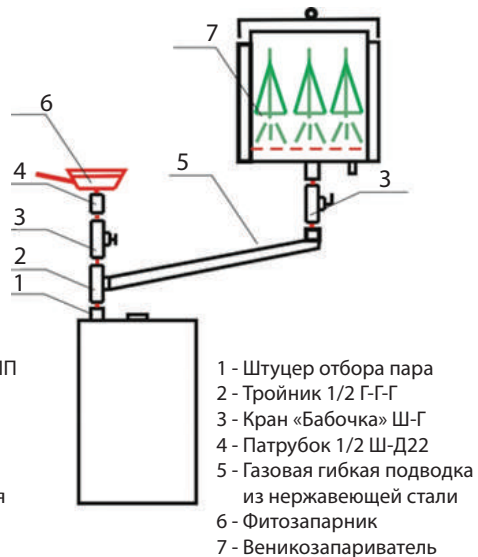

Рис. 5 Схема отбора насыщенного пара от ЭГПП
2.2.6 В качестве опции к Устройству возможно подключение Фитозапарника и (или) Веникозапарника в соответствии со схемой подключения рис. 5. К штуцеру отбора пара (поз. 1, рис. 5). через кран (поз. 3, рис. 5). подключается Фитозапарник (поз. 6, рис. 5), или, посредством гофрированной трубы из нержавеющей стали (поз. 5, рис. 5), Веникозапарник (поз. 7, рис. 5). При одновременном использовании Фитозапарника и Веникозапарника используется тройник (поз. 2, рис. 5)
В Устройстве режим автоматического поддержания температуры в парильном помещении дополнен режимом парогенерации. Для включения ЭГПП следует нажать клавишу на левой боковой стороне ПУ (поз. 1, рис. 6), при этом на ПУ должен светиться индикатор красного цвета (поз. 2, рис. 5). Примерно через 30 мин. начнется генерация паровоздушной смеси.